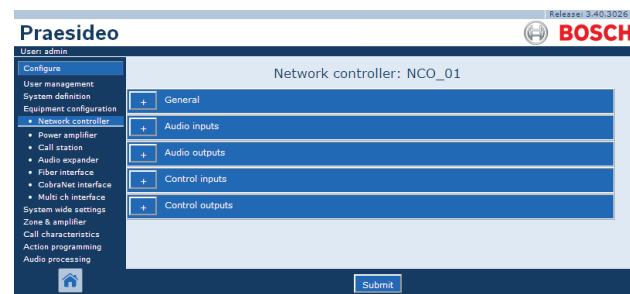

Abbildung 43.3: Netzwerkcontroller konfigurieren, Schritt 2
- 2 Klicken Sie auf den Namen des zu konfigurierenden Netzwerkcontrollers. Im Hauptframe der webbasierten Benutzeroberfläche wird ein Bildschirm angezeigt, der dem in Abbildung 43.3 gleicht.